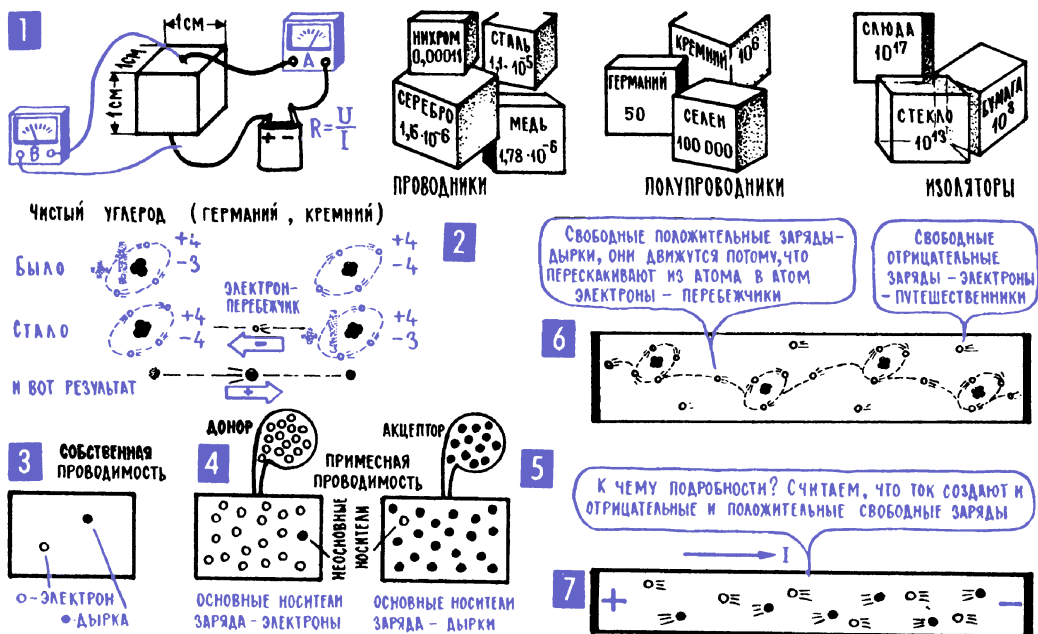

Рис. 9.2. Полупроводники
5. Германий и кремний – полупроводники, в которых имеются свободные электроны и свободные положительные заряды (дырки). Электрические свойства того или иного материала часто оценивают так: вырезают из этого материала кубик со стороной 1 см и измеряют его электрическое сопротивление (рис. 9.2; 1). Эту величину называют удельным сопротивлением (гл. 4; 5), единица его измерения – Ом/см (здесь отражено то, что сторона кубика 1 см). Удельное сопротивление нихрома, одного из самых скверных проводников, – 0,00011 Ом/см (отличного проводника серебра – почти в сто раз меньше). А удельное сопротивление бумаги, одного из самых скверных изоляторов, – примерно 100 000 000 Ом/см (отличного изо-
Выскочив на свободу, электрон превратил свой до этого нейтральный атом в положительный ион (рис. 9.2; 2) – раз в атоме не хватает электрона, значит, его суммарный положительный заряд больше отрицательного (гл. 2; 9). Такой атом сдвинуться с места не может, он прочно закреплен в кристаллической решетке. И долго, казалось бы, должен стоять на месте этот одинокий положительный ион, дожидаясь, пока какой-нибудь электрон-путешественник случайно наткнется на пустующее место во внешней орбите, вернет атом в состояние электрического равновесия.
Положительный заряд атома, который появляется из-за того, что на внешней орбите не хватает электрона, называют «дыркой». В полупроводниках дырки ведут себя подобно свободным электронам – они хаотически перемещаются по кристаллу, а под действием приложенного напряжения сразу же включаются в электрический ток, упорядоченно смещаются, но уже, конечно, от «плюса» к «минусу» (рис. 9.2; 2, 6). Как принято говорить, дырки создают в полупроводнике *p*-проводимость (*p* – первая буква слова *positivus*, положительный; этим подчеркивается, что ток создают свободные положительные заряды, дырки).